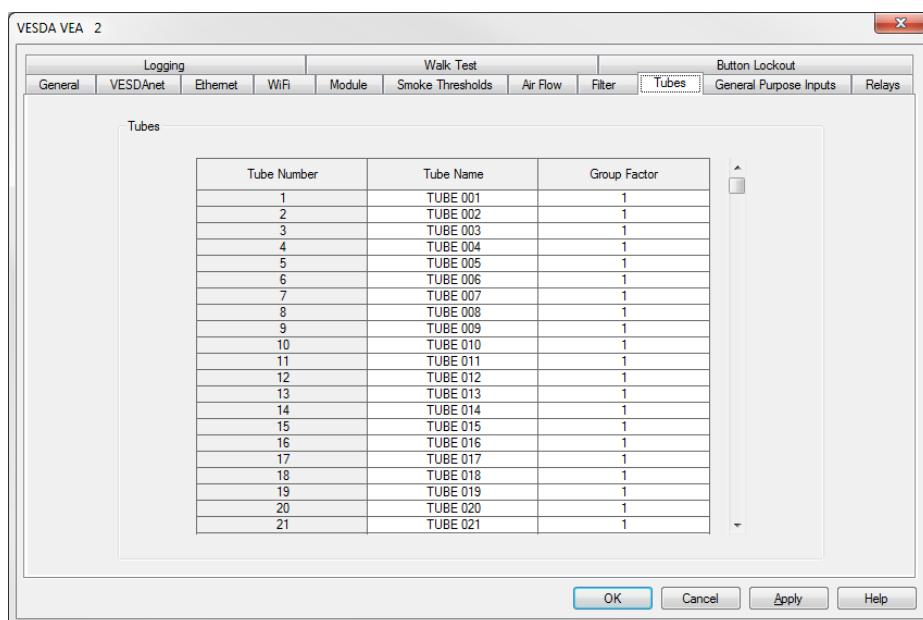

Рис. A-21: Настройка трубок
- Задайте имена используемых в Expansion StaX трубок с помощью Xtralis VSC (Рис. A-21). Предварительно заданные номера трубок: 1–40 для извещателя, 41–80 для Expansion StaX 1, 81–120 для Expansion StaX 2. Дополнительную информацию см. в разделе 5.5.8 на стр. 79.